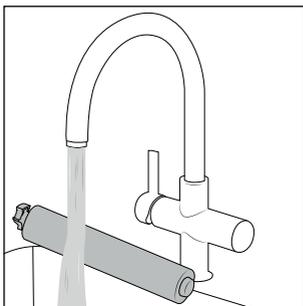

Rys. 33
- ◆ Chwyć osłonę przeciwbryzgową **7** na górze za krawędź do chwytania (PULL) i pociągnij ją do przodu, aby zdjąć ją z podstawy **3** (patrz rys. 33).